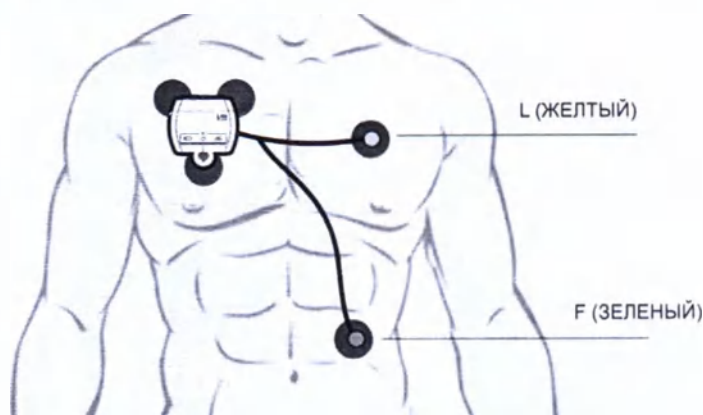

Рисунок 2.3 – Расположение КРБ-02 в системе 6 монополярных отведений
- расположите кардиорегистратор с 3 электродами на II межреберье у правого края грудины, электрод с желтым наконечником – на I межреберье по левой среднеключичной линии, электрод с зеленым наконечником – на V межреберье по левой среднеключичной линии. См. рисунок 2.3. Приклеивайте электроды, прижимая их к коже пациента круговыми движениями, избегая нажатия на центральную часть электрода, в которой находится электродный гель.